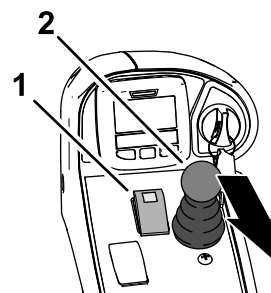

Рисунок 57
1. Переведите выключатель BOM в положение ВЫКЛ (Рисунок 57).